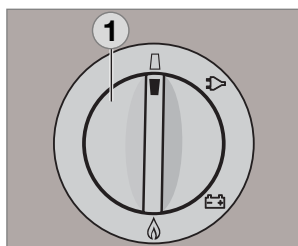
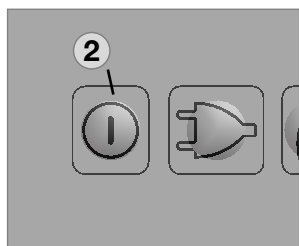

Fig. 40
Fig. 41
- Regule o interruptor selector de energia "1" para a posição "**DESLIGADO**" em modelos com ignição por bateria. O aparelho está agora desligado (Fig. 40).
- Os modelos MES e AES são desligados atra vés da tecla (2). Manter premida a
tecla (2) por 3 segundos. O indicador apaga e o aparelho está completamente desligado (Fig. 41).